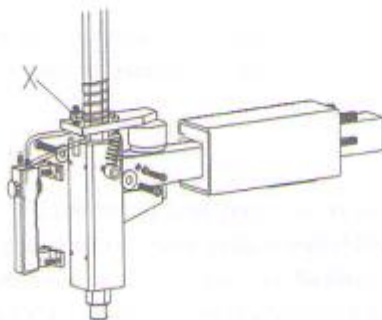

Рис. 24
**Примечание.** Отрегулировать положение монтажной пластины (X) согласно рис.24, если вертикальная направляющая не фиксируется или монтажная головка в рабочем положении находится более чем в 2-3 мм от обода колеса.